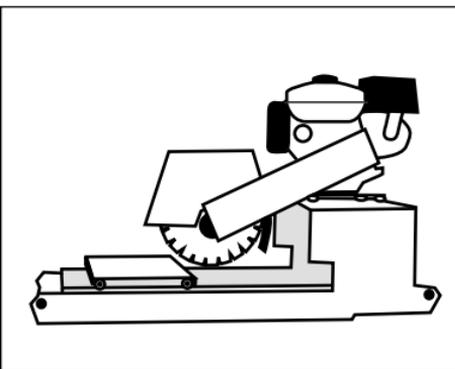

Figura 25 Sierra de mesa.
- *Sierras de mesa* (Hoja de diamante) (Figura 25). Brindan corte de precisión. Como carece de movilidad, implica mayor consumo de tiempo. La mayoría de las sierras pueden cortar en seco o húmedo. Las sierras que utilizan agua, brindan lubricación y reducen el desgaste de la hoja. Si la sierra requiere de agua, es aconsejable informarse acerca de la disponibilidad de un grifo cercano, a la hora de planificar la obra; de esta forma, ahorrará mucho tiempo y dinero. De ser posible, utilice agua limpia y no la haga recircular para evitar que los adoquines se manchen.